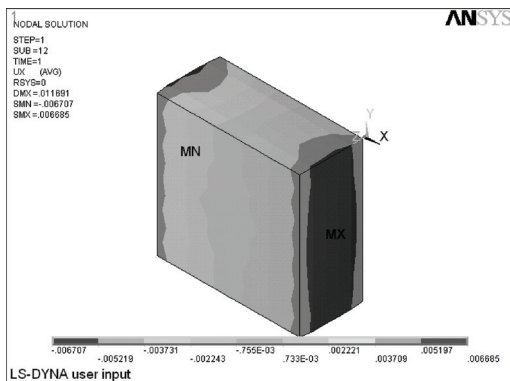

图 5-250 X 方向位移等值线图
4) 选择 Main Menu | General Postproc | Plot Results | Contour Plot | Nodal Solu 命令，出现 Contour Nodal Solution Data 对话框。选择 Nodal Solution | DOF Solution | X-Component of displacement，单击 OK 按钮，ANSYS 显示窗口显示如图 5-250 所示的 X 方向位移等值线图。